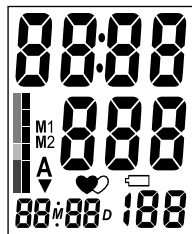
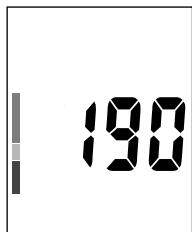

РИС.8
РИС.9
3. На дисплее кратковременно высветятся все символы (рис. 8) и прибор начнет автоматически нагнетать воздух в манжету. Первоначально нагнетание прекратится на уровне 190 мм рт. ст. (рис. 9).